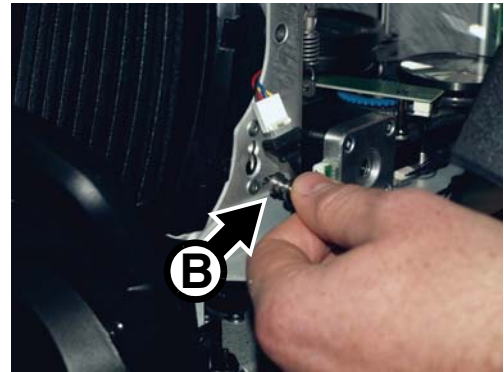

Bild 12: Entfernen der Kopfabdeckungen
2. Siehe Bild 12. Entfernen Sie beide Kopfabdeckungen nach Lösen der Torx25 Schrauben **A**. Lösen Sie die Schrauben, bis sie frei drehen. Heben Sie die Vorderseite der Abdeckungen etwas vom Kopf weg und ziehen Sie die Abdeckungen nach oben heraus.
1. Siehe Bild 12. Drücken Sie die Halter **B** der Fangseile der Kopfabdeckungen in ihre Montagelöcher und schieben Sie die Halter nach außen, bis sie einrasten.